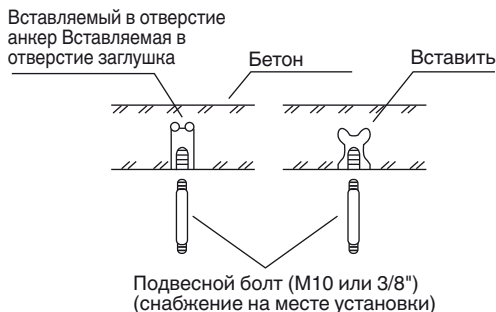
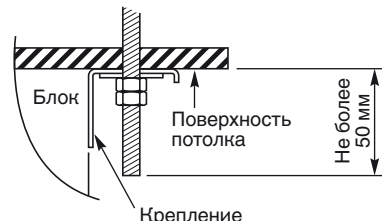

Рис. 3-6
Рис. 3-8
- (2) Просверлите отверстия в 4 точках, отмеченных на полномасштабной схеме.
- (3) В зависимости от типа потолка:
- а) Вставьте подвесные болты (Рис. 3-6) или
- (4) Закрутите подвесные болты таким образом, чтобы они выступали из потолка (Рис. 3-6 и 3-7). Длина выступающей части болта не должна превышать 50 мм. (Рис. 3-8)